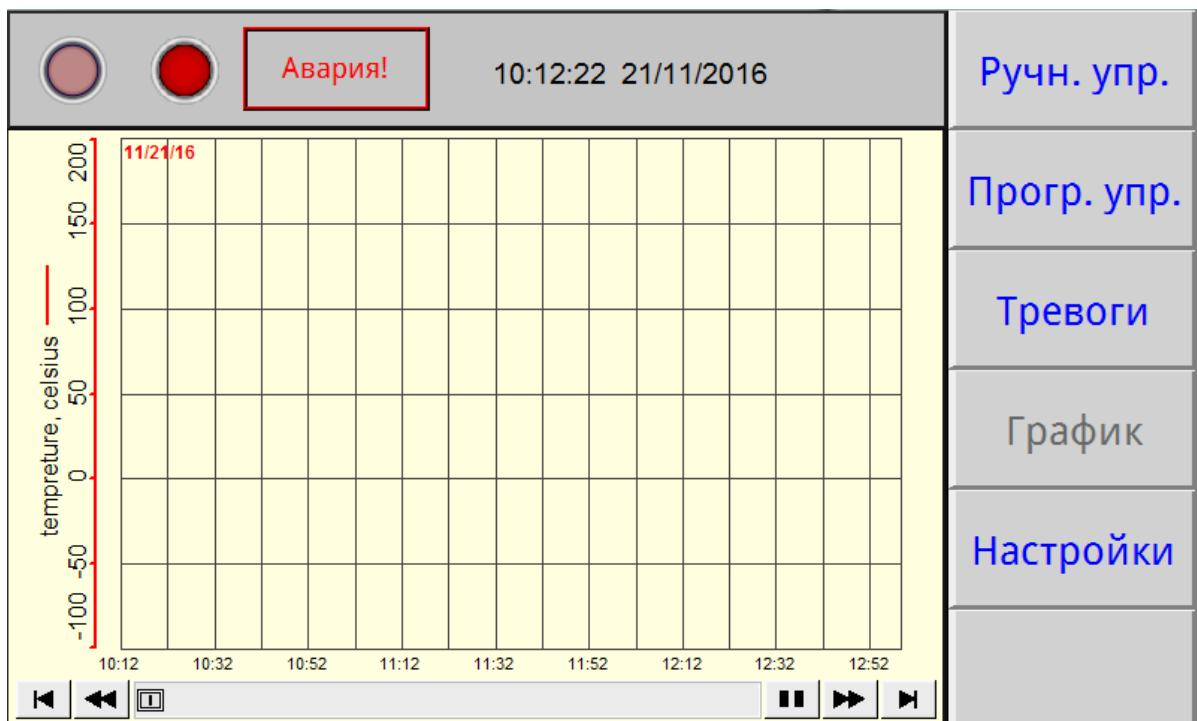

Рисунок 7
8.10 На сенсорный дисплей в процессе работы камеры можно вывести график изменения температуры. При нажатии на поле «График» будет отображен экран рисунок 7.